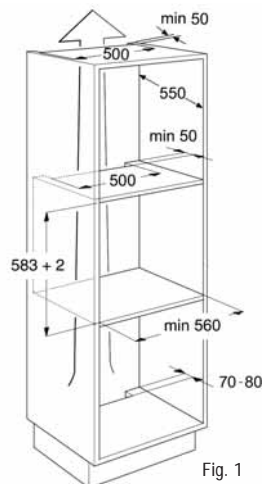

Fig. 1
- Le dimensioni dei mobili per incasso sono illustrate nelle figure 1, 2 e 3. Le dimensioni del forno sono illustrate in figura 4.